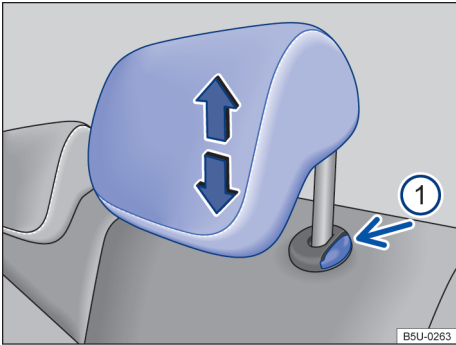

Fig. 67 Apoio para cabeça traseiros: ajustar.
- Empurrar o apoio para cabeça para cima na direção da seta → **Fig. 67**  ou com a tecla → **Fig. 67**  pressionada, empurrar para baixo →  em *Introdução ao tema* na página 77.